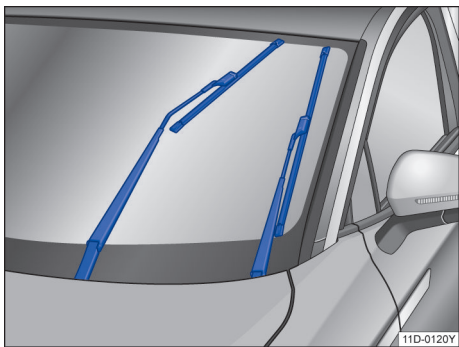

图 139 处于维护位置的刮水片
- 将风窗玻璃刮水器拨杆向上拨至点动刮水位置。使刮水器处于维护位置→图 139。